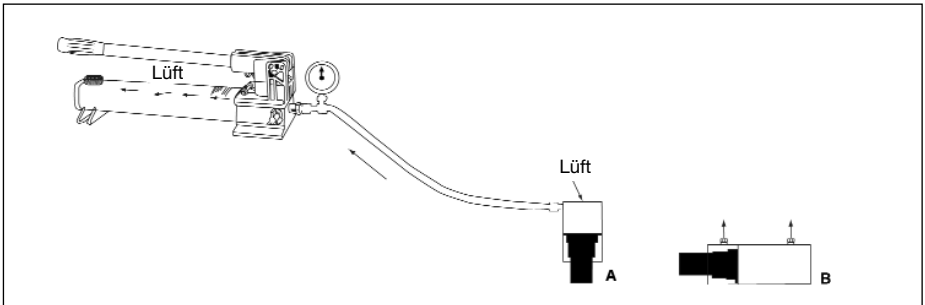

Abbildung 9
Durch das Entfernen von Luft aus dem Hydrauliksystem wird geschmeidiges Ausfahren und Einfahren des Zylinders erreicht. Siehe Abbildung 9.
3. Den Zylinder so aufstellen, daß das Kolbenende nach unten zeigt (nach oben bei Zugzylinder). Siehe Abbildung 9.